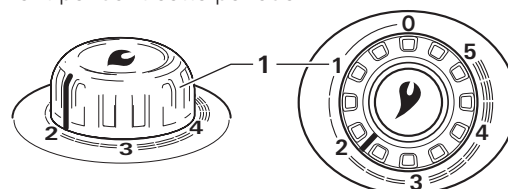

Figure 3
2. Tourner la poignée de réglage (figure 3 – 1) dans la position de thermostat 1 – 5 et appuyer jusqu'à la butée (maximum 30 secondes). L'allumage avec une étincelle audible a lieu automatiquement pendant cette période.
i Une extinction de la flamme en cours de fonctionnement est suivie d'une tentative immédiate de rallumage automatique pendant le délai de fermeture de la sécurité d'allumage (env. 30 secondes). Si aucun allumage ne se produit malgré l'essai de rallumage (par exemple à cause d'une bouteille de gaz vide), l'allumeur automatique continue à fonctionner jusqu'à ce que la poignée de réglage (figure 3 – 1) soit réglée sur « 0 ».